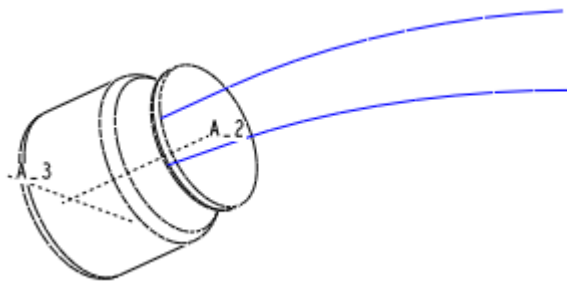

图 40-11
(5) 单击 ，完成曲线的平移，结果如图 40-11 所示。